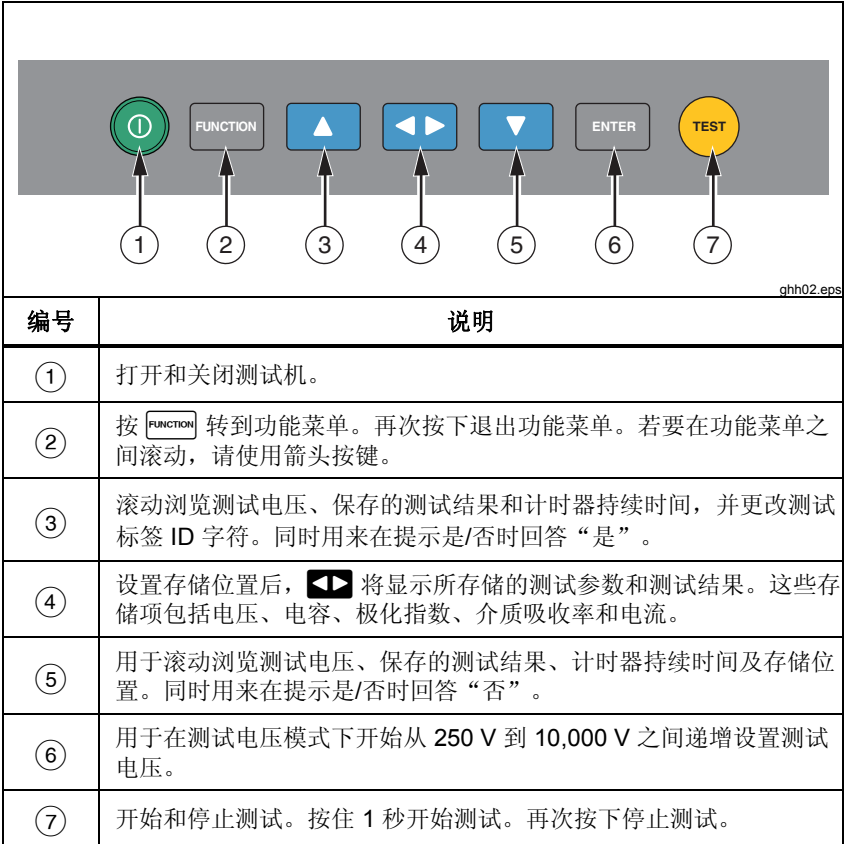

图 3. 按键
- 测试前后，请确认测试机没有指示存在危险电压，请见图 3。如果测试机持续嘟声并且显示屏上显示了一个危险电压，请断开测试线路的电源，或将安装电容完全放电。